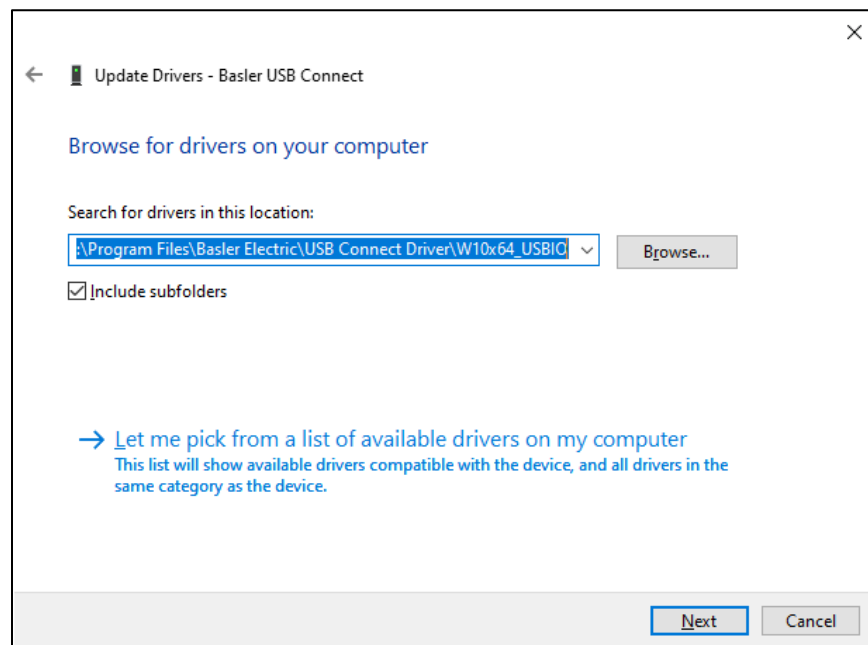

Abbildung 8-5. Treibersoftware aktualisieren - DGC-2020HD
Schritt 5. Klicken Sie auf 'Durchsuchen...' und navigieren Sie zu C:\Programme\Basler Electric\USB Connect Driver\W10x64_USBIO\. Klicken Sie auf Weiter. Siehe Abbildung 8-5.